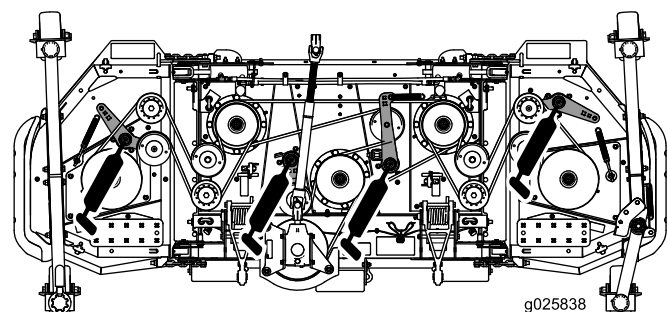

Figure 13
- Pivots de bras de renvoi (4) (Figure 13)